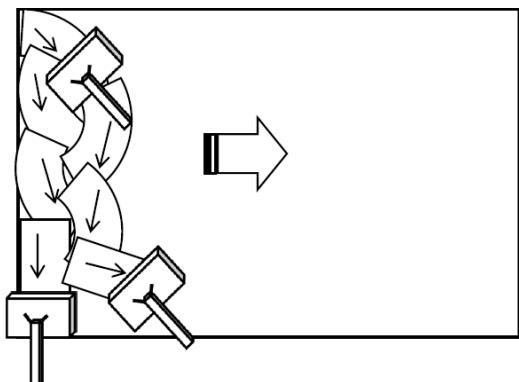

図2 主材3（2回目） 塗装方法
施工方法	塗り残しがないようにランダムな方向に塗布する。(図2)
- ・コテ刷毛（JR-260）はランダムな方向に動かし、小刻みに塗り継ぐ。（図2）